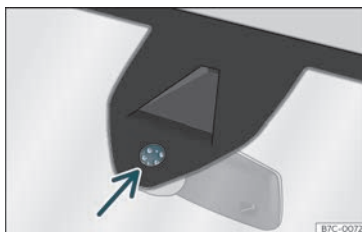

Fig. 98 Superfície sensível do sensor de chuva.
As possíveis causas de anomalias e interpretações errôneas na zona da superfície sensível »» Fig. 98 do sensor de chuva são, entre outras:
- Limpe regularmente a superfície sensível do sensor de chuva »» Fig. 98 (seta) e verifique possíveis danos nas escovas.